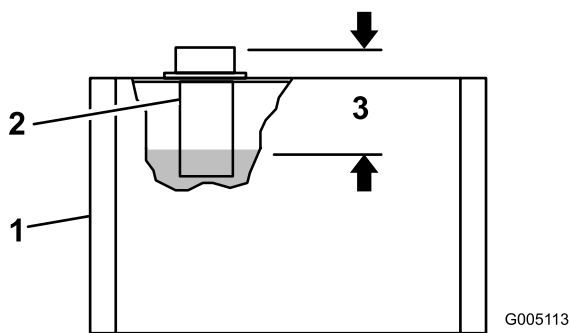

Bild 20
2. Nehmen Sie den Deckel vom Tank ab und prüfen Sie den Ölstand. Der Ölstand darf ungefähr 9 cm unter der Oberseite des Einfüllstutzens stehen (Bild 20).